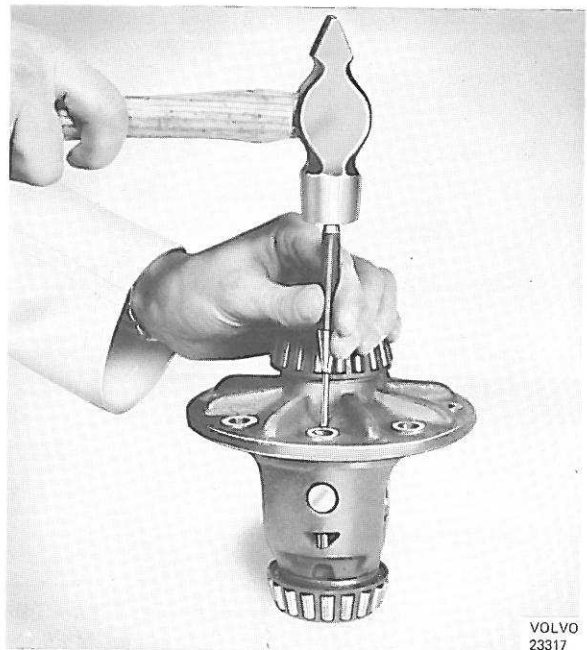

Figure 39. Démontage de la goupille de verrouillage
2. Retirer la goupille de verrouillage, figure 39, ensuite le porte-satellites. Retirer le bloc de butée, les pignons de différentiel et les rondelles de butée.